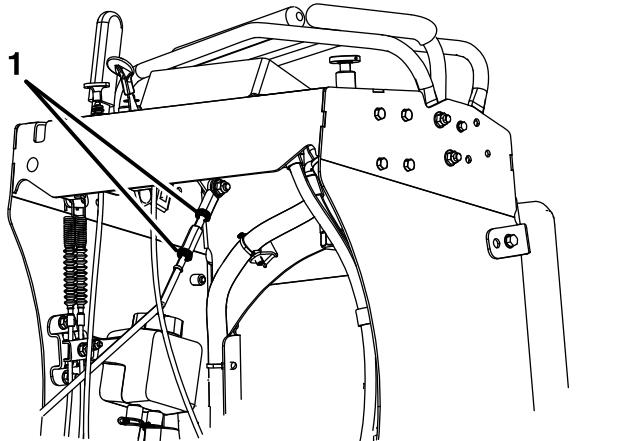

Figura 44
- A. Deje que las palancas de control vuelvan a punto muerto y afloje las dos contratuerzas del acoplamiento de ajuste hexagonal (Figura 44).
- C. Apriete las contratuerzas (Figura 44).